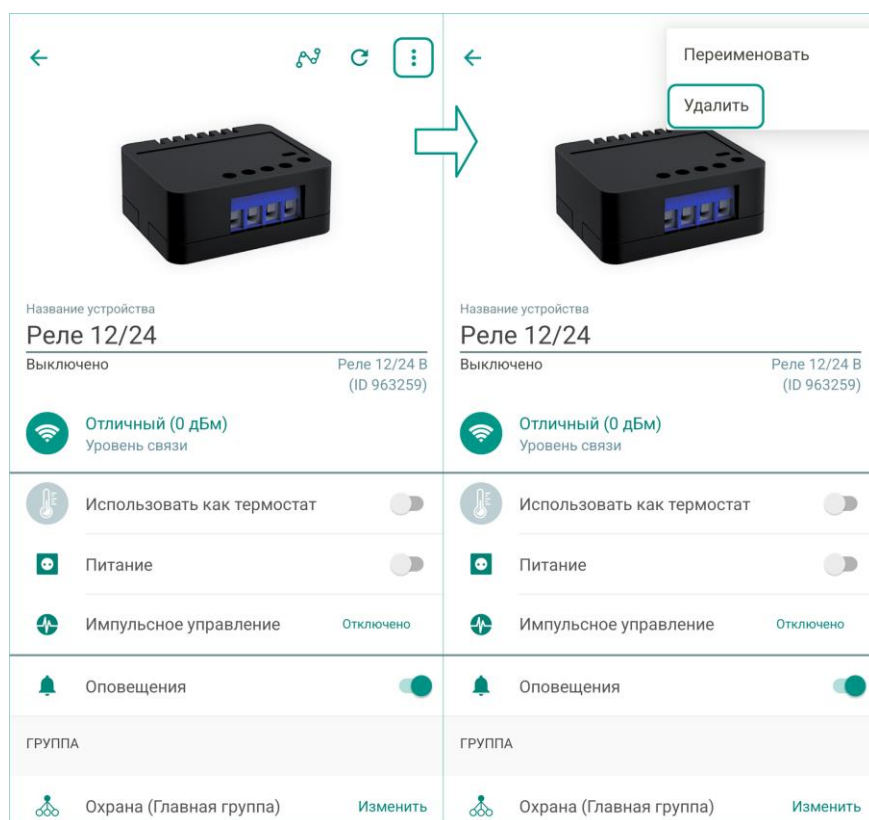

Рисунок 15.1 — Удаление радиоустройства в приложении
1. В приложении на экране настройки радиоустройства (см. рисунок 15.1).